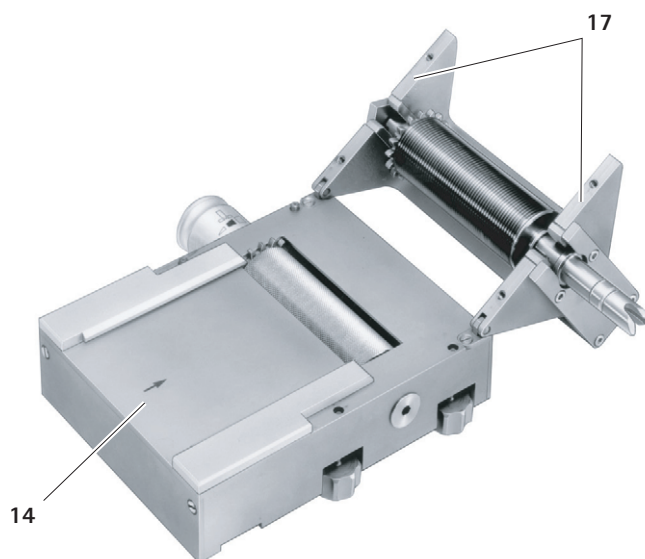

Fig. 2
- ▶ Ouvrir la partie supérieure 17, voir Fig. 2.
- Rabattre la partie supérieure 17 sur la partie inférieure 14, voir Fig. 2.